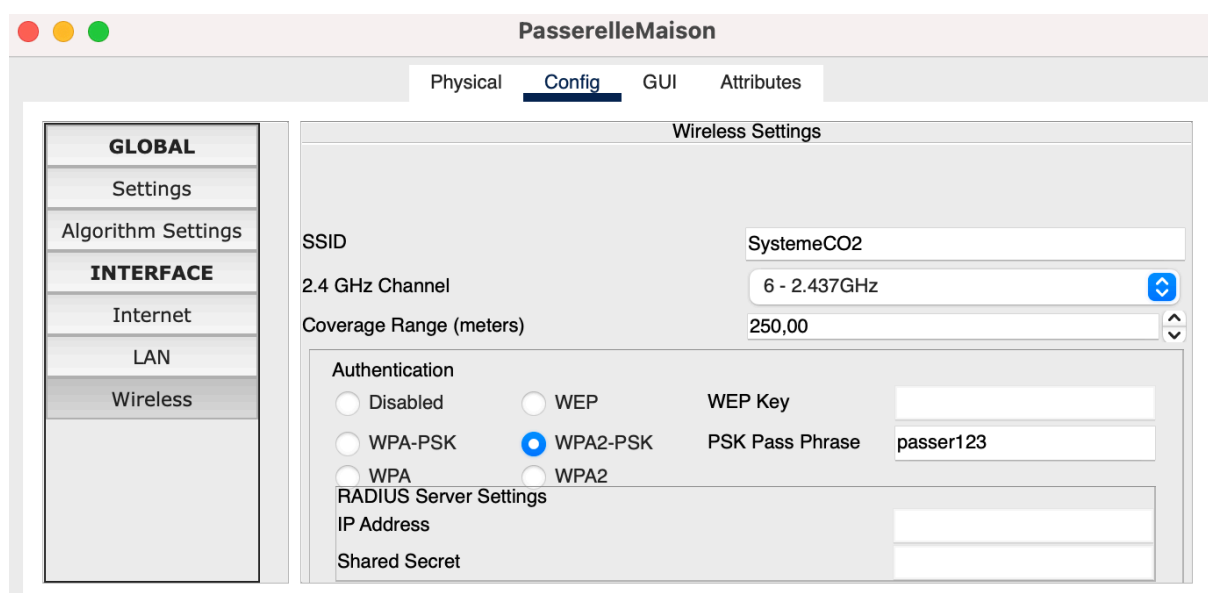

Figure 1 : configuration de la Gateway ou passerelle
- Configuration du système de commande à distance (wifi) changer le SSID en ‘SystmeCO2’, et pour la sécurité cliquer sur WPA2- PSK et taper ‘passer123’, Figure1